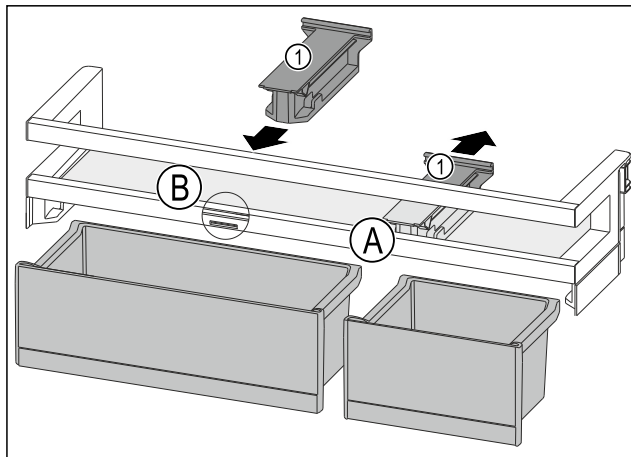

Fig. 135
- ▶ Pidržni dio Fig. 135 (1) u položaju Fig. 135 (A) skinite prema natrag.
- ▶ Pidržni dio Fig. 135 (1) umetnite u položaj Fig. 135 (B).